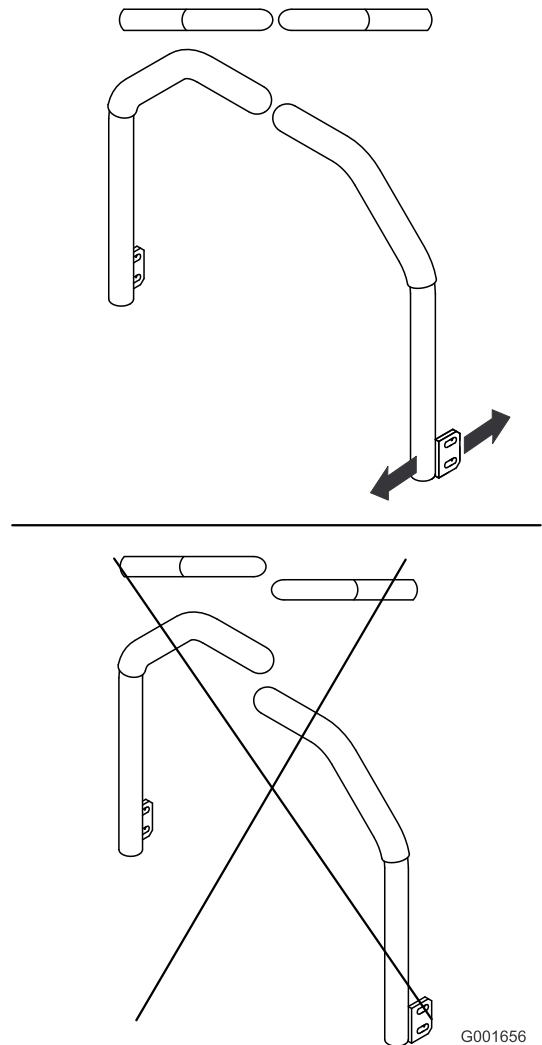

Figure 89
5. Réglez les leviers de commande de sorte à les aligner et serrez les boulons de fixation des leviers aux montants (Figure 89).